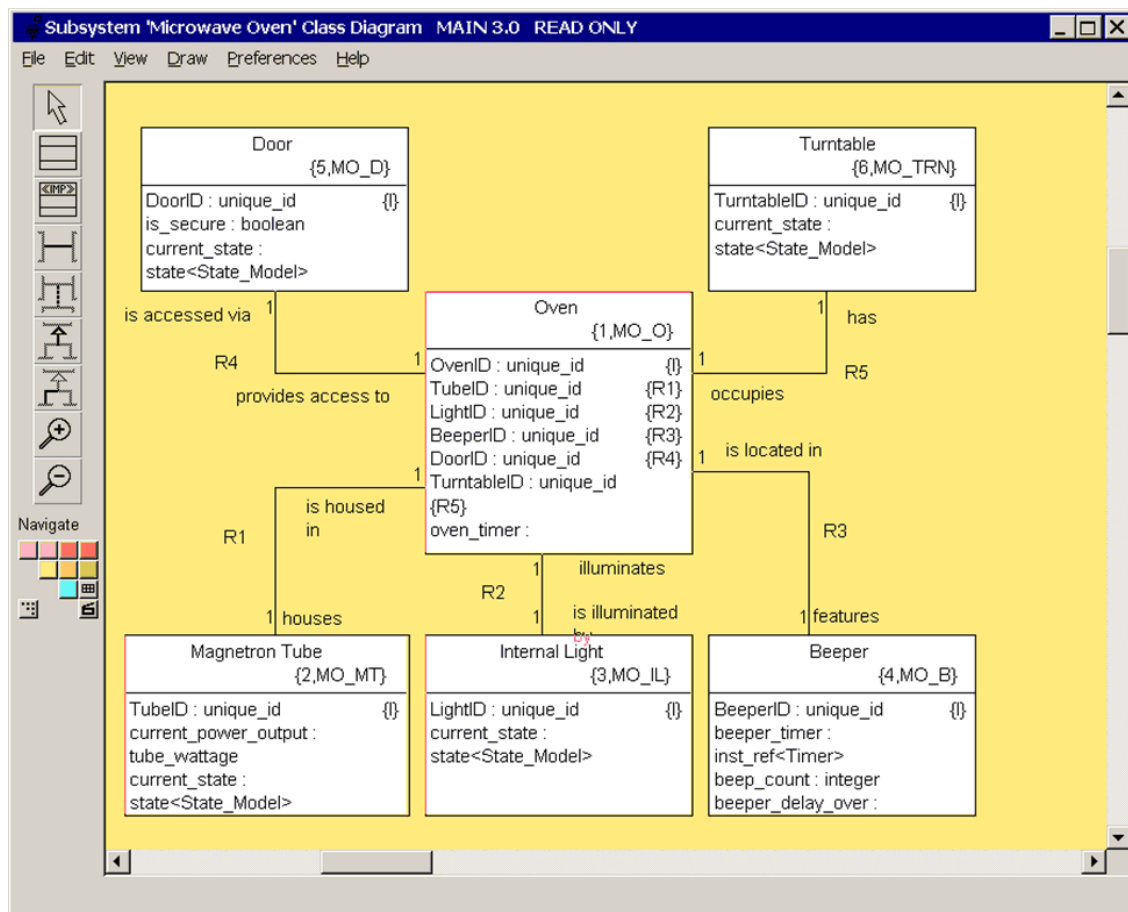

図 4-4: Microwave Oven クラス図
- ☐ クラス図を表す [CD] ボタンを選択します。ドロップダウンメニューが表示されます。メニューの [Show] を選択します。Microwave サブシステムに関連する^x_TUML クラス図が表示されます (図 4-4)。